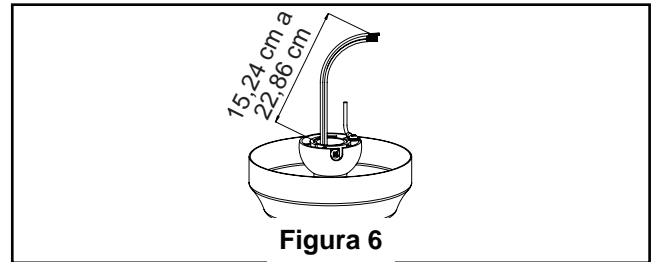

Figura 6
6. Corte el excedente del cable conductor aproximadamente unos 15,24 cm a 22,86 cm por sobre la parte superior de la varilla. Pele 1,27 cm del aislamiento del extremo de cada cable conductor. (Figura. 6)